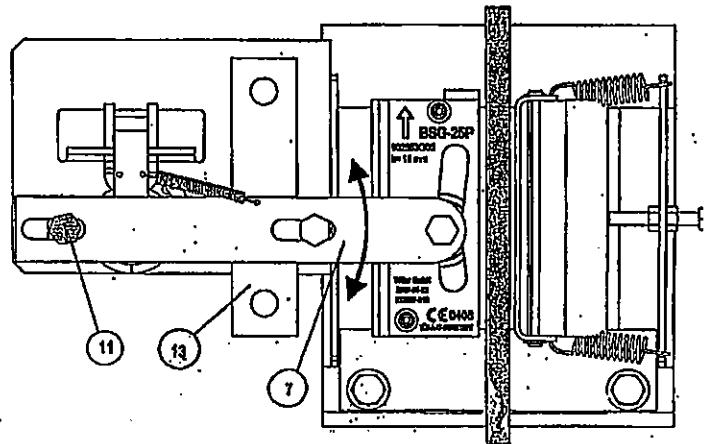

Рис.10Л
### 3.5 Крепление каната ОС (рис.10 Л)
Крепление осуществляется пластиной (13) (максимальная толщина 5 мм, на болт M10, смотреть стрелку) рычагом включения ловителя (7) (рис.10 Л). Установка:
- (1) Вставить тягу к болту рычага (7);
- (2) Закрутить шестигранную гайку M10-D1N985 (самоконтрящаяся) и затяните (удостоверьтесь в лёгком движении)!
- 2) Поставьте ВЛ, как показано на рис.10.
- 3) Установите винт с плоской цилиндрической головкой M4 (L) и металлическую пластину (M). Поставьте тонкую шайбу (N). Наверните и затяните пружинную гайку (P).
- 4) Поверните синхронизирующий вал (R) для проверки ВЛ.